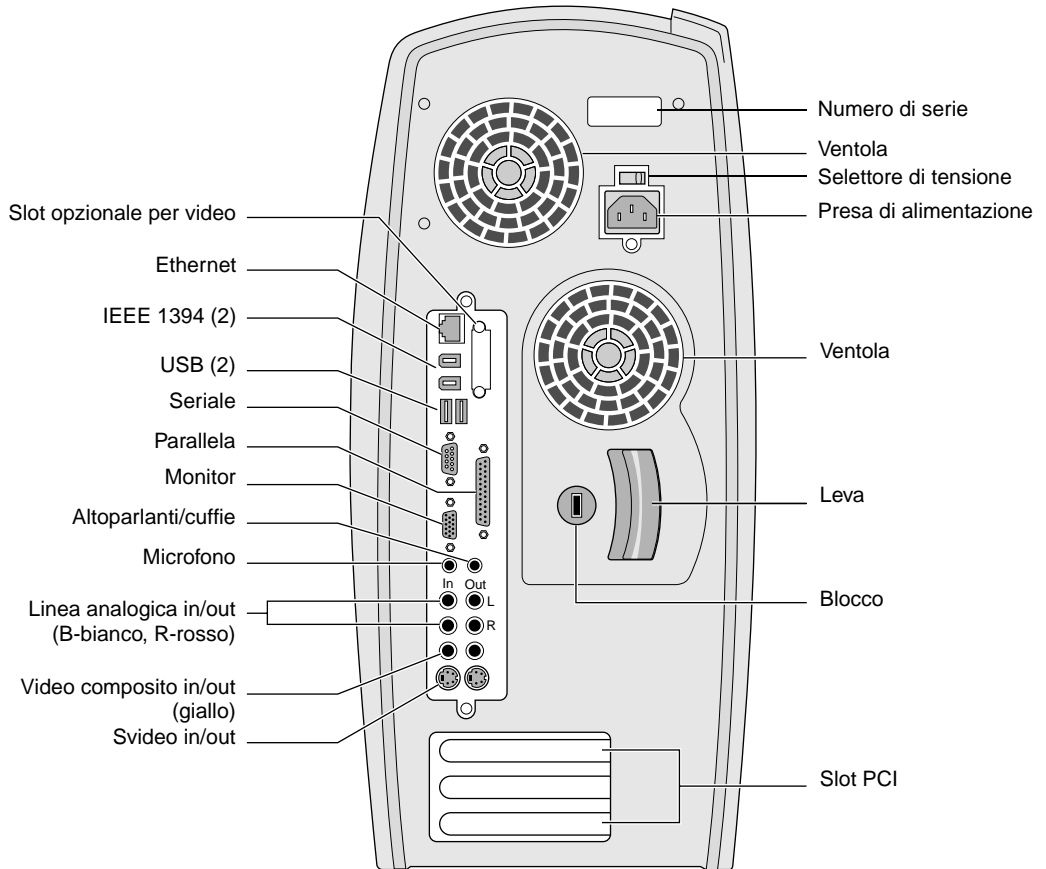

Figura 1-2 Vista del retro del sistema (descrizione delle porte)
Dopo avere aperto e verificato il contenuto dell'imballaggio, è possibile iniziare a configurare la workstation. Fare riferimento al poster di installazione fornito a corredo della workstation Silicon Graphics 320 o seguire le istruzioni riportate nelle pagine successive. È possibile inoltre fare riferimento alla Figura 1-2 per identificare le porte sul retro del sistema.
7. Collegare le eventuali periferiche esterne, come la stampante, il modem o gli altoparlanti. Fare riferimento alla Figura 1-2 per identificare le porte.